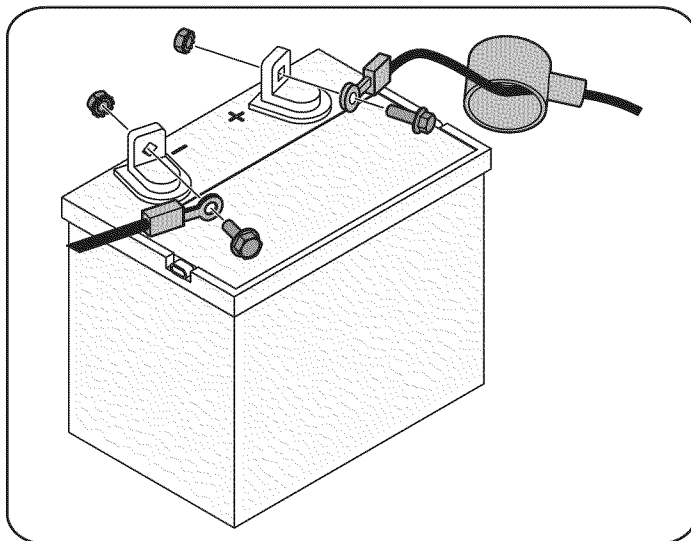

Figura 23
1. Quite la cubierta de plástico, si está presente, desde el terminal positivo de la batería y conectar el cable rojo al terminal positivo de la batería (+) con el perno y tuerca hexagonal. Véase la Figura 23.
2. Quite la cubierta de plástico, si está presente, desde el terminal negativo de la batería y conectar el cable negro al terminal negativo de la batería (-) con el perno y tuerca hexagonal. Véase la Figura 23.